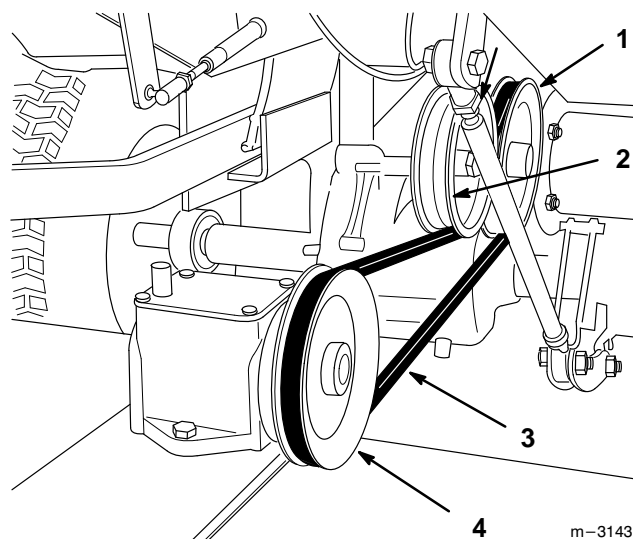

Abbildung 4
2. Den Antriebsriemen um die Riemenscheibe der Antriebseinheit legen, die Führungsrolle hochziehen und den Riemen um die Getriebescheibe legen (Abb. 4).